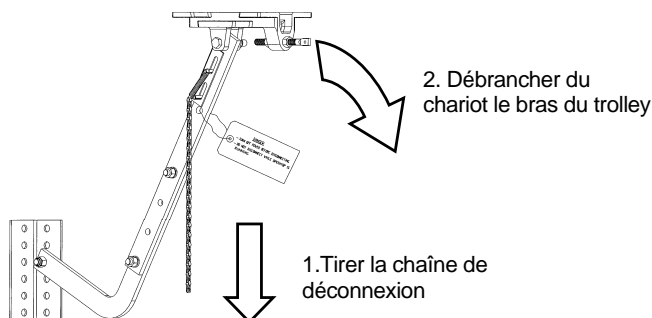

Figure 27 Déconnexion du bras du trolley
1. Tirer la chaîne de déconnexion vers le bas et débrancher du chariot le bras du trolley (Figure 27)
3. Pour revenir au fonctionnement électrique, il suffit de refixer le bras du trolley au chariot en tirant sur la chaîne de déconnexion du trolley tout en réinsérant le bras sur le chariot (Figure 27). **Ne pas tenter de désaccoupler l'actionneur pendant que celui-ci fonctionne. Ne pas tenter de forcer à la main une porte qui s'ouvre ou se ferme mal**